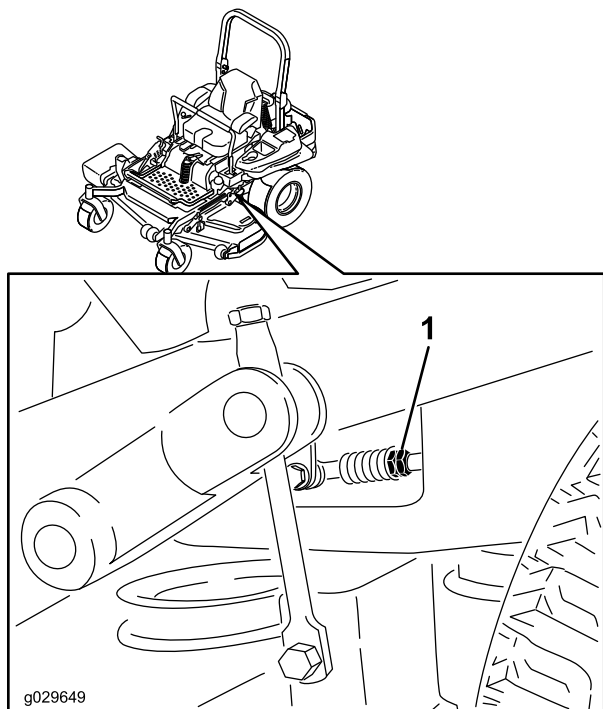

Figura 89
8. Ajuste la longitud de las varillas de control de las bombas girando las tuercas dobles de la varilla en el sentido apropiado, hasta que las ruedas se muevan ligeramente en marcha atrás (Figura 89).